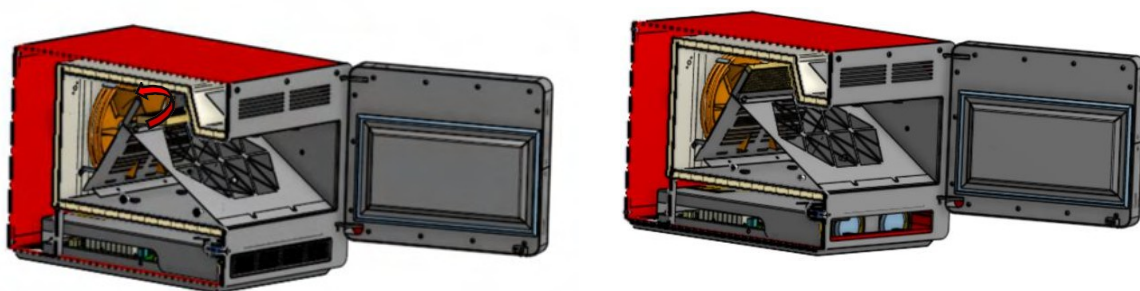

Abbildung 5. Platzierung des Filters
- Setzen Sie die Schutzplatte schräg in die Kammer ein (Abbildung 5) und setzen Sie den Filter in den Filterhalter.